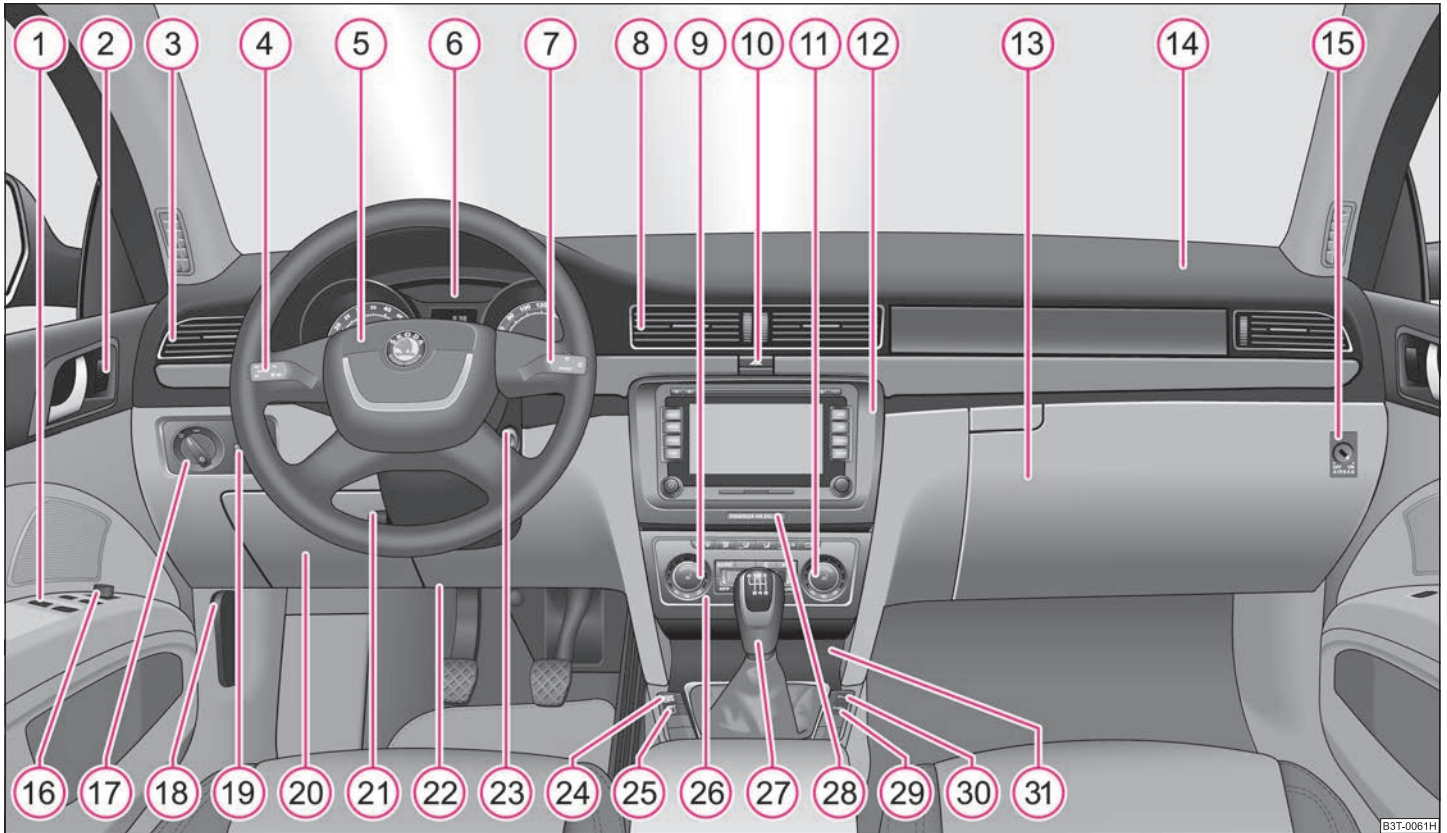

Abb. 1 Einige der in der Abbildung aufgeführten Ausstattungen gehören nur zu bestimmten Modellausführungen oder sind Mehrausstattungen.
- Bei Fahrzeugen mit Rechtslenkung weicht die Anordnung der Bedienungselemente zum Teil von der in ⇒ Seite 7, Abb. 1 gezeigten Anordnung ab. Die Symbole entsprechen jedoch den einzelnen Bedienelementen. ■